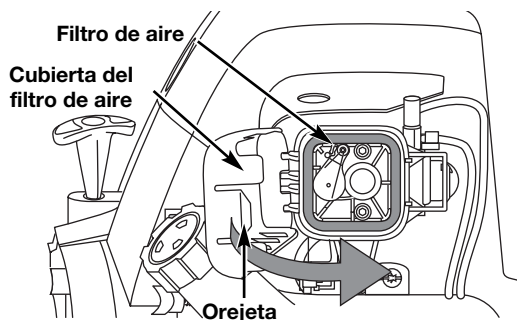

Fig. 28
7. Vuelva a instalar la cubierta del filtro de aire. Coloque los ganchos del lado izquierdo de la cubierta del filtro de aire en las ranuras del lado izquierdo de la placa posterior (Fig. 28).
8. Mueva la cubierta hacia la derecha hasta que la orejeta del filtro de aire calce en su lugar en la ranura de la placa posterior (Fig. 28).